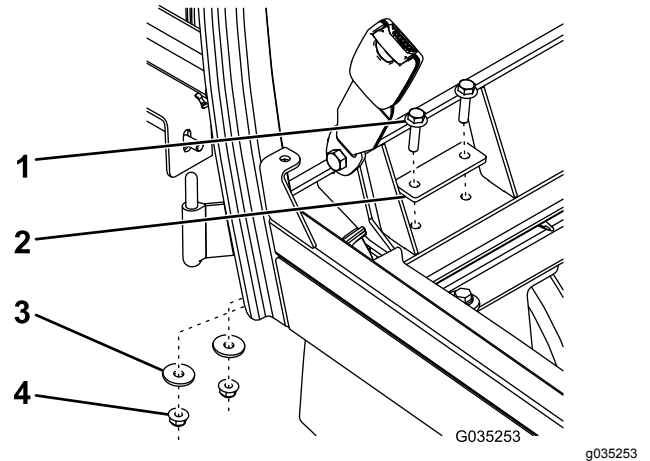

Bild 13
7. Befestigen Sie die Rückseite des Kabinenrahmens mit vier Bundkopfschrauben ($\frac{5}{16}$ " x $1\frac{1}{4}$ "), zwei Stützplatten, vier Flachscheiben und vier Bundmuttern ($\frac{5}{16}$ ") an den linken und rechten Kabinenstützen, wie in Bild 13 dargestellt.